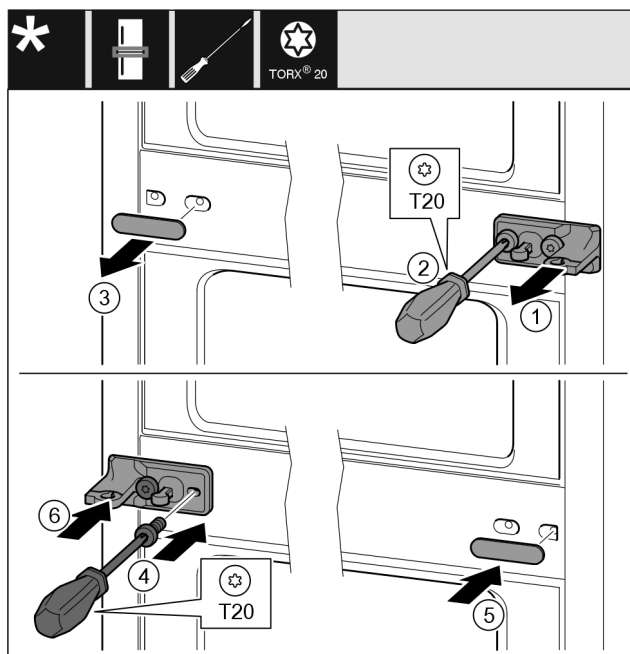

Fig. 12
- ▶ Skinite pločicu Fig. 12 (1).
- ▶ Odvijačem odvrnite vijke Fig. 12 (2).
- ▶ Oprezno izvucite poklopac Fig. 12 (3).
- ▶ Čvrsto pritegnite podložak ležaja s folijom Fig. 12 (4) okrenut za 180° na drugoj strani.
- ▶ Postavite poklopac Fig. 12 (5) okrenut za 180° na drugoj strani.
- ▶ Natakните pločicu Fig. 12 (6) s prednje strane.